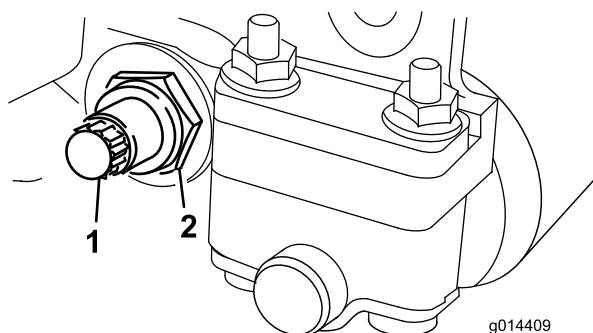

図 18
2. スプリング・テンション・ナットをゆるめて、ワッシャがベッドバーを全く押さないようにする（図 18）。
3. ベッドバー・ボルト（図 18）を固定しているジャムナット（機体両側）をゆるめる。